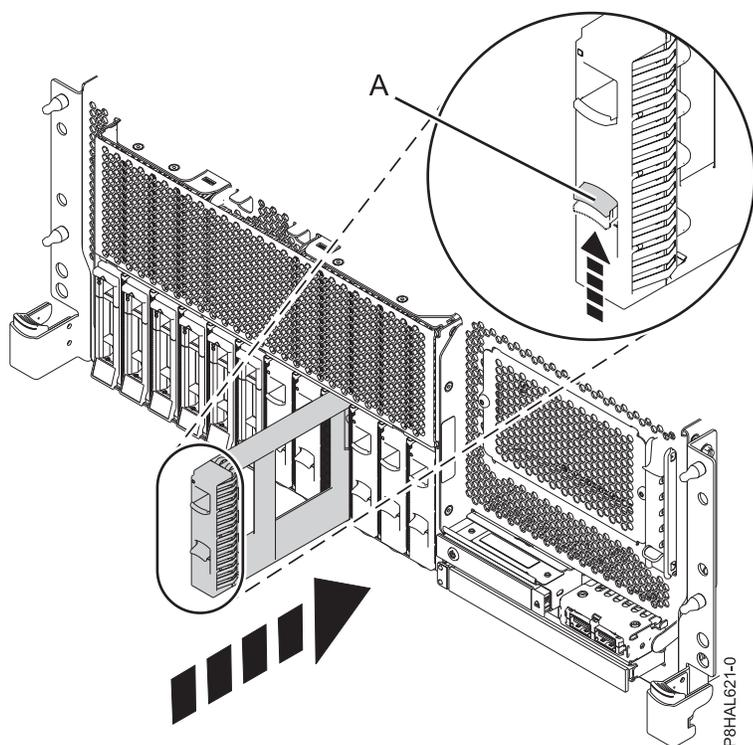

Abbildung 137. Laufwerk-Platzhalterelement installieren - Einschubsystem mit Basisfunktionen
3. Richten Sie das Plattenlaufwerk-Platzhalterelement am Laufwerkschacht aus und schieben Sie es ganz in das System vom Typ (A) ein, bis es einrastet. Siehe Abb. 137, Abb. 138 auf Seite 153, Abb. 139 auf Seite 154 und Abb. 140 auf Seite 155.